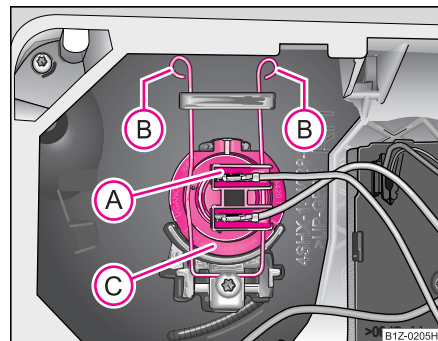

Fig. 220 Desmontaje de la bombilla para luz de cruce
- Retire el enchufe (A) ⇒ fig. 220.
- Presione el estribo de alambre (B) en el sentido del faro y, a continuación, desengánchelo a un lado.
- Saque la bombilla (C) y coloque una nueva de tal modo, que las lengüetas de fijación del zócalo de la bombilla encajen en los rebajes del reflector.